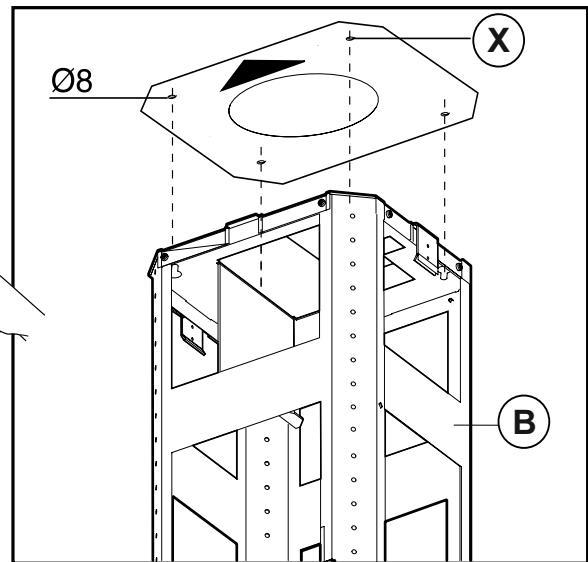

Fig.3
- 3.2.1 Aseta mukana oleva liesituulettimen asennussapluuna kattoon haluamallesi paikalle siten, että nuoli osoittaa käyttäjän suuntaan. Merkitse ruuvinpaikat kattoon ja poraa reiät (halk.8 mm) ruuveja varten. Kiinnitä 3 ruuvia niin, että ne eivät ole aivan katossa kiinni. Jätä sapluunassa oleva X-ruuvi vielä kiinnittämättä. (Fig. 3)